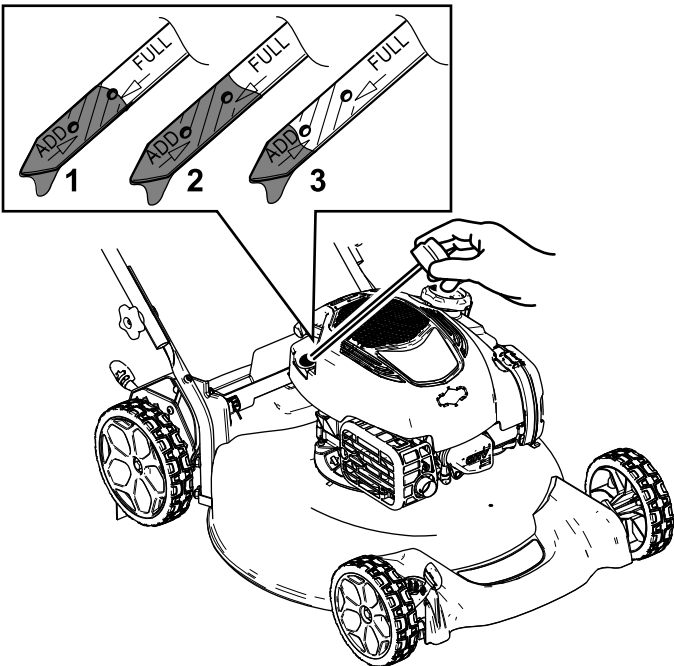

Figure 21
- 3. Tournez le bouchon dans le sens antihoraire et sortez la jauge (Figure 21).
10. Vérifiez le niveau d'huile indiqué par la jauge (Figure 21).